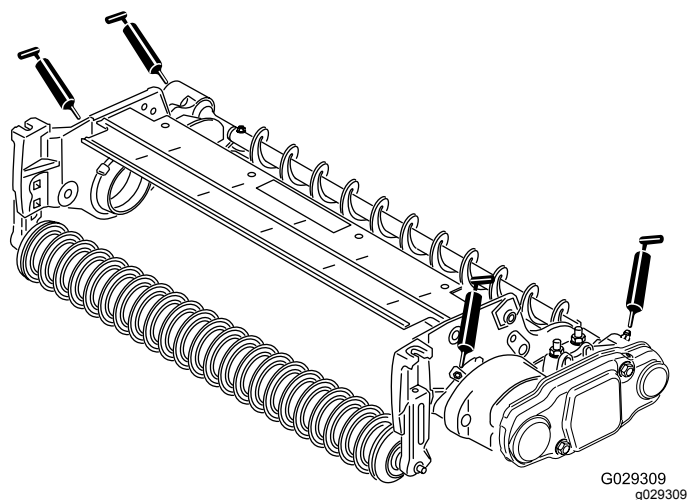

Рисунок 19
26. Заправьте масленки на каждом корпусе подшипника щетки катка и на остальной части режущего блока консистентной смазкой № 2 на литиевой основе (Рисунок 19).